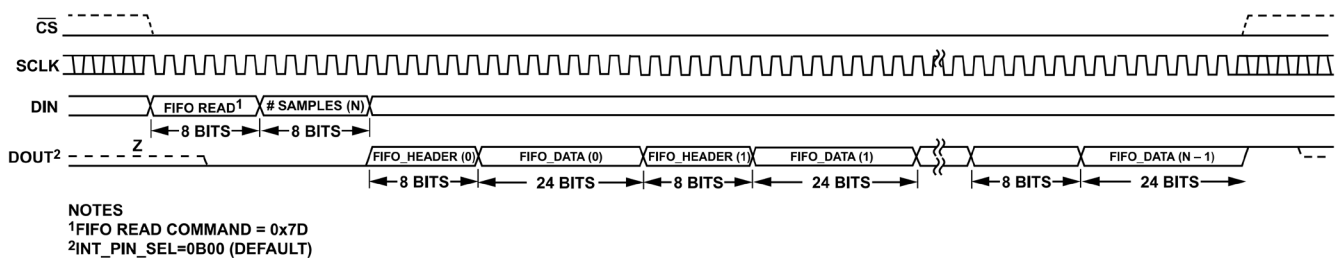
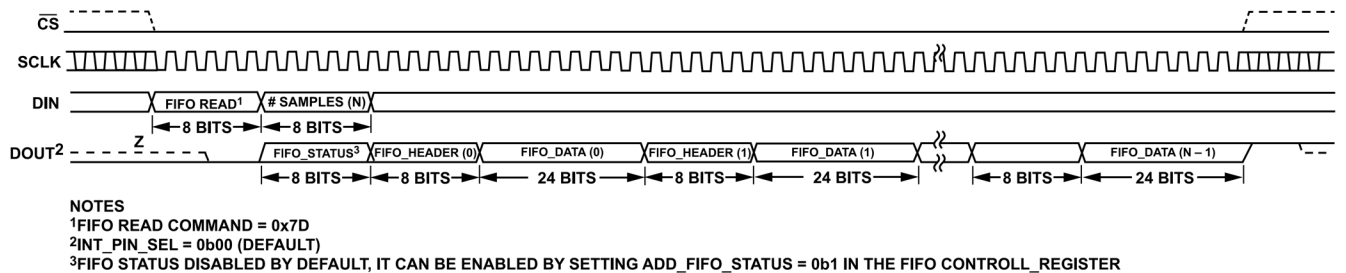

図 103. デフォルトの FIFO リードバック (FIFO_STATUS の付加なし、FIFO_HEADER の付加あり)
図 104. FIFO リードバック (FIFO_STATUS の付加あり、FIFO_HEADER の付加あり)
デフォルトでは、FIFO_HEADER がイネーブルされ FIFO_STATUS の付加はディスエーブルされています。そのため、FIFO のリードバック図は図 103 のようになります。FIFO_STATUS の付加がイネーブルの場合は、FIFO のリードバック図は図 104 のようになります。
FIFO_STATUS レジスタの内容 (表 69 参照) は、FIFO_CONTROL レジスタの ADD_FIFO_STATUS ビット (表 67 参照) を 1 にセットして、FIFO_DATA の前、および # samples (N) バイトの間に追加して読み出すことができます (図 104 参照)。このようにして、以前のエラーを検出して FIFO_DATA リードバックをアポートできます。